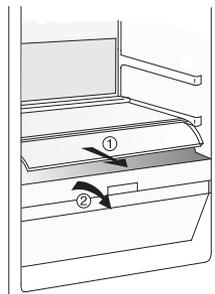

Fig. 2
2. Rimuovere il comparto (Vedi Fig. 2)